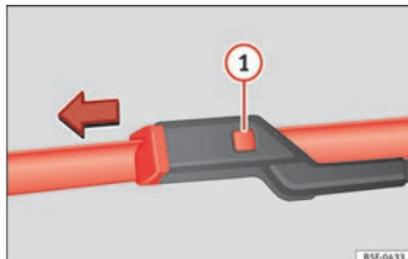

Fig. 78 Substituição das escovas do limpador para-brisas.
- Mantenha pressionado o botão de desbloqueio » **Fig. 78** **1** e puxe ligeiramente a escova no sentido indicado pela seta.